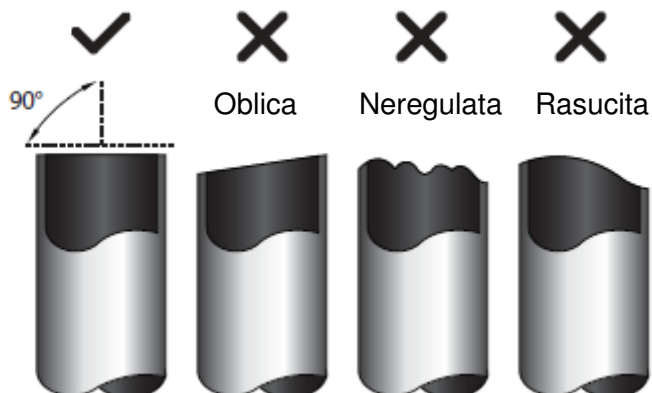

Fig. 7.5
1. Asigurati-va ca ati taiat conducta la un unghi perfect de 90°. Consultati Fig. 7.5 pentru exemple de taieri gresite.